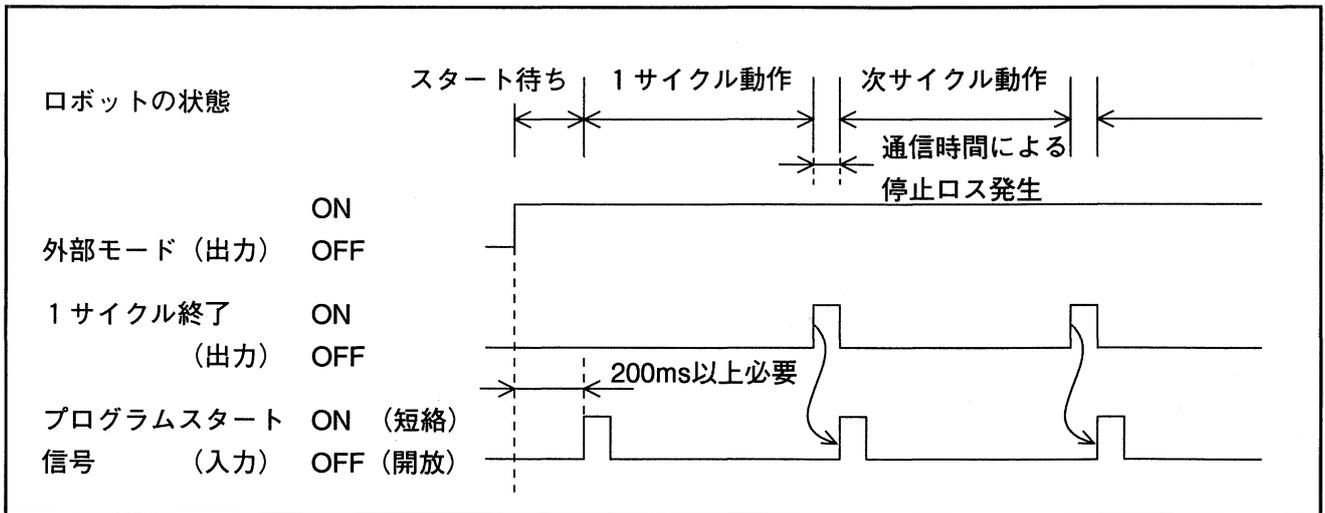

図5-31 プログラムスタート信号立ち上げのタイミング例
(4) プログラムスタート信号の（立ち上げ）ON、（立ち下げ）OFFのタイミング例
① プログラムスタート信号立ち上げ（ON）のタイミング例
a) ロボット専用出力（外部モード出力と1サイクル終了出力）でプログラムスタート信号を立ち上げる方法を図5-31に示します。